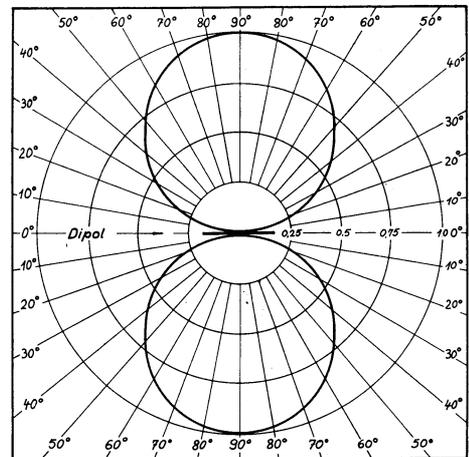

Fig. 1.09. Horizontal-Charakteristik eines einfachen Dipols.
a) **Horizontal-Charakteristik** nennt man die Kurve, bei der die Empfindlichkeit der Antenne in verschiedenen Himmelsrichtungen aufgetragen wird. Dabei nimmt man die größte Empfindlichkeit eines einfachen Faltdipols praktischerweise als 1 an. Bei einem solchen Dipol ist die Empfindlichkeit quer zum Dipol in beiden Richtungen am größten, während in der Längsrichtung die Empfindlichkeit am geringsten ist (Fig. 1.09).